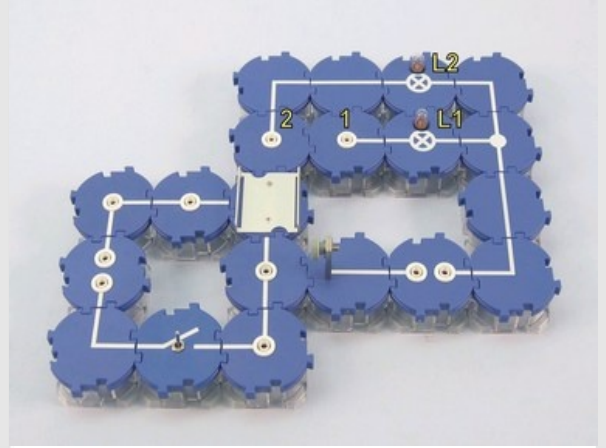

Fig. 1
- Construis l'expérience conformément aux figures 1 et 2.